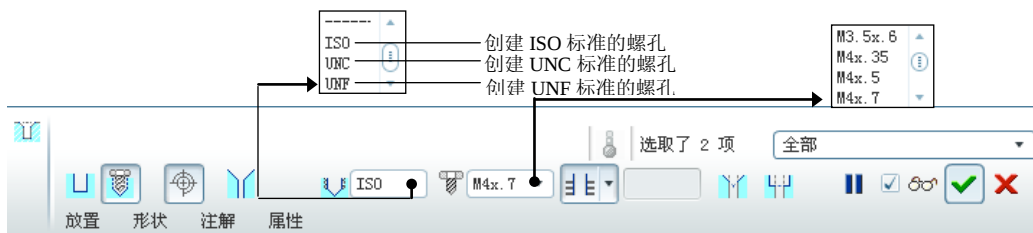

图 5.14.9 螺孔操控板界面
Step1. 选择下拉菜单 **插入(I) → 孔(H)...** 命令, 特征的操控板如图 5.14.9 所示。